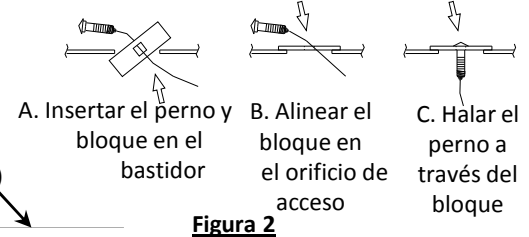

Figura 2
2. Invertir el procedimiento del alambre de insertar. Ver la Figura 2. Instalar el perno de carruaje (1) y el espaciador (2) en el larguero del bastidor. Ver la Figura 2. Dejar el alambre de halar unido.